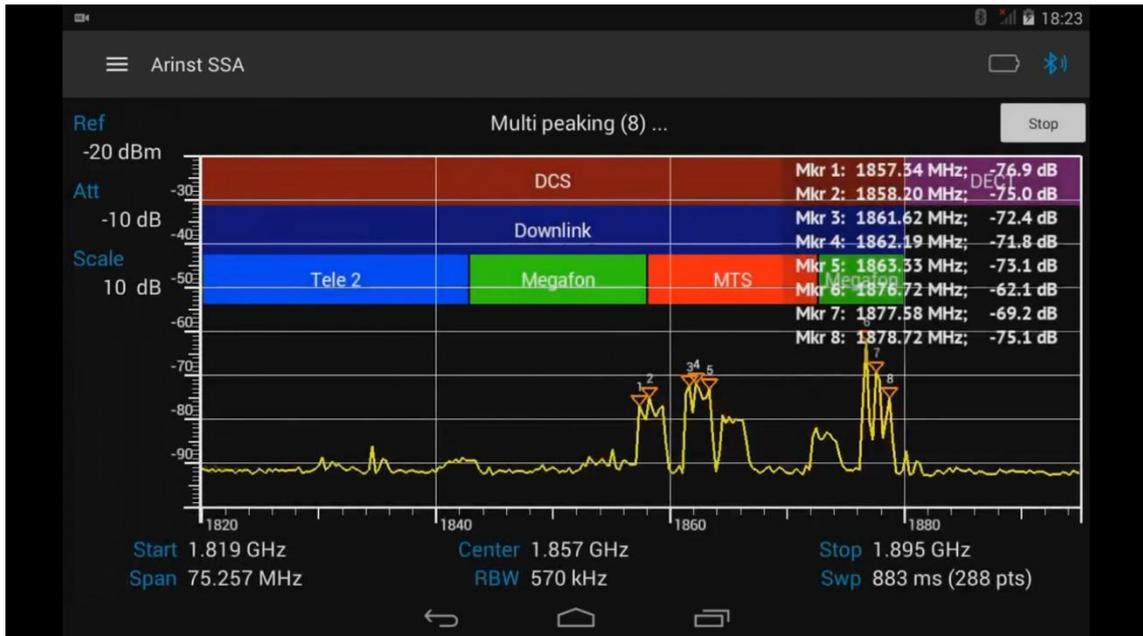

Рисунок 52 – Циклическое отслеживание пиковых значений сигнала.
8.8.8. Для отмены циклического отслеживания пиковых значений сигнала, нажмите кнопку **Stop**, расположенную в правом верхнем углу экрана планшета/смартфона, рисунок 52.